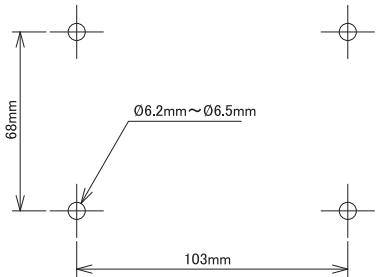

図 1. 取付け穴寸法図
③取付け方法
1. 取付ける場所（天井・柱・壁面等）にφ6.2mm～φ6.5mmの穴を、図1の寸法で4ヶ所あけてください。